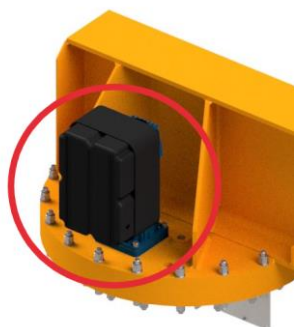
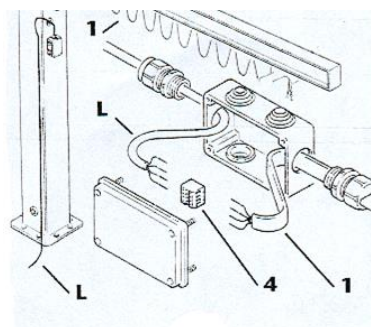

fig. 46
fig. 47
1. Collegare il cavo più corto ai morsetti L1-L2-L3 dell'apparecchiatura di rotazione integrata al motoriduttore (fig. 46) o alla scatola di derivazione (fig. 47) in caso di gru a rotazione manuale,